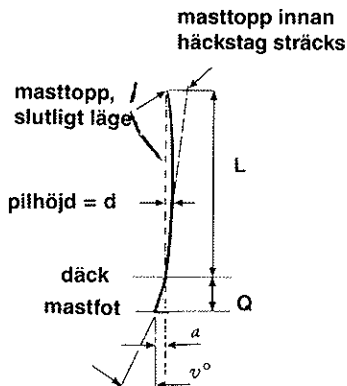

Fig. B1
4. Trimning **långskepps** som, förutom mastfotens placering regleras av häckstag/förstag och inre förstag/checkstag (alt. dubbla undervant), kontrolleras. Masten skall krumma lite föröver vid spridarpartiet (fig. B1). För master genom däck är det viktigt att kontrollera att masten inte bildar en S-kurva i sin nedre del. Syfta längs mastens akterkant ända nere från däcksnivå. Vid ökande belastning på förstaget vill masttoppen flytta sig föröver. Detta bör absolut förhindras. Även om masttoppen i sitt utgångsläge ligger väl akterut är det ofta nödvändigt, att med hjälp av något slags aktersträckare, motverka denna förflyttning.